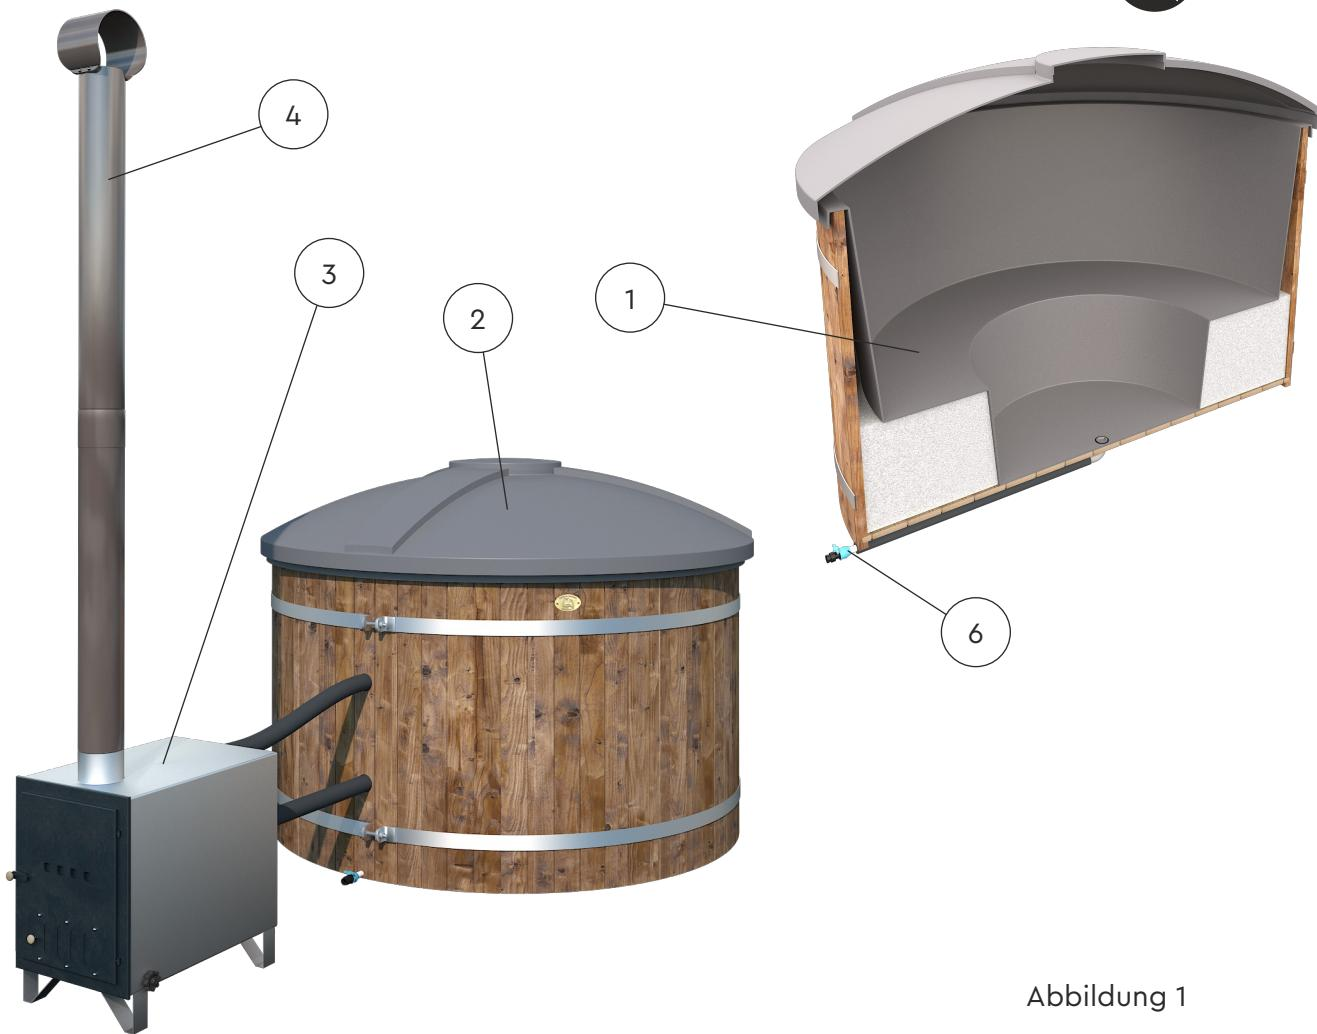

Abbildung 1
Badezuber – Der mit Wasser gefüllte Teil des Badezubers (siehe Abbildung 1).
- Siehe Abbildung 1